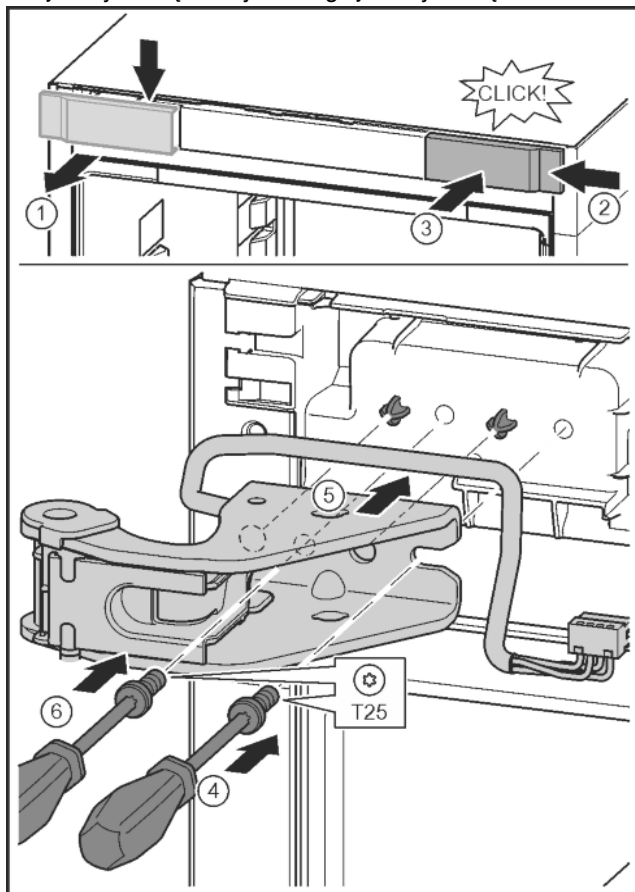

Fig. 28
- Poluzować osłonę i zdjąć w bok. Fig. 28 (1)
- Osłonę obrócić o 180° założyć z drugiej strony od prawej. Fig. 28 (2)
- Zazębić osłonę. Fig. 28 (3)
- Śrubę założyć przy pomocy śrubokręta T25. Fig. 28 (4)
- Założyć górną płytkę zawiasu. Fig. 28 (5)
- Dokręcić śrubę. Fig. 28 (4)
- Śrubę założyć przy pomocy śrubokręta T25 i mocno dokręcić. Fig. 28 (6)